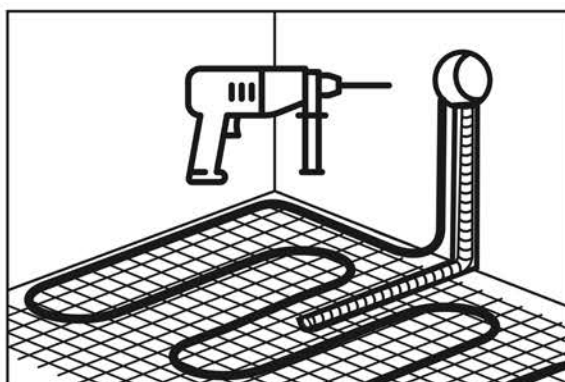

Рис. 4 – Выполнение штроб в стене и полу
3. Сделать в стене и в полу штробы и углубления для дальнейшего монтажа датчика температуры пола, монтажных концов нагревательного мата и терморегулятора (рис.4).